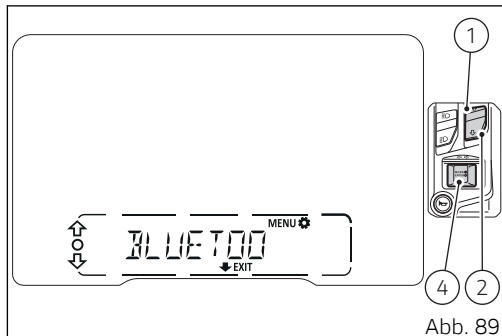

Abb. 89
Beim Öffnen der Funktion SETTING MENU BLUETOOTH (Abb. 89) mit den Tasten (1) und (2) das aus der Liste zu löschende Gerät wählen. Wurde das Gerät gewählt, die Taste (4) drücken. Das Cockpit zeigt nun die Angabe „DELETE“ an, dann muss erneut die Taste (4) zum Bestätigen gedrückt werden, andernfalls 2 Sekunden lang die Taste (2) drücken, um das Löschen des Geräts rückgängig zu machen. Wird das Löschen des Geräts bestätigt, wird im Cockpit die Angabe „WAIT..“ angezeigt. Nach Beendigung des Löschvorgangs, wird das Gerät aus der Liste entfernt und die Anzahl der verknüpften Geräte wird automatisch aktualisiert. Sollten keine Geräte mehr in der Liste vorhanden sein, wird im Cockpit die Angabe „NO DEVICE“ angezeigt.